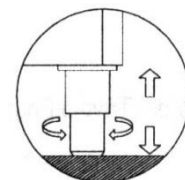

Figura 2 – regolazione piedi
- posizionare la macchina utilizzando una livella con eventuale regolazione dei piedini del basamento metallico (nei modelli dotati di piedi regolabili) (figura 2)